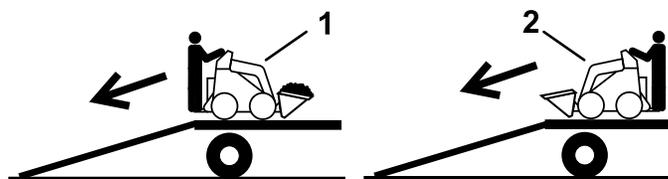

図 19
2. 機体の前後のうち重い方を上登り側にし、荷を低くして降ろす 図 19。